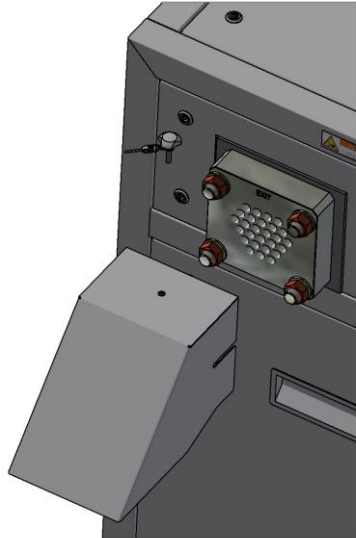

Abb. 17
- Monte a placa extrusora e o ejetor (Fig. 17) na peletizadora e aperte a porca M24. Consulte a especificação de binário no capítulo 6.3 „BINÁRIOS DE APERTO“.